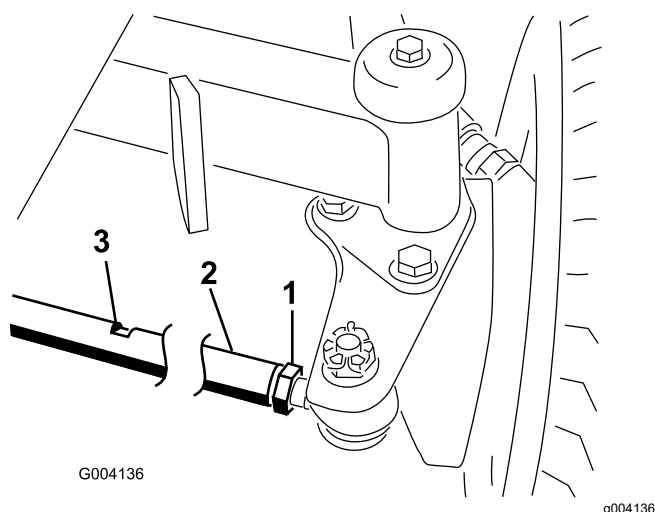

Figure 103
1. Desserrez l'écrou de blocage à chaque extrémité de la biellette (Figure 103).